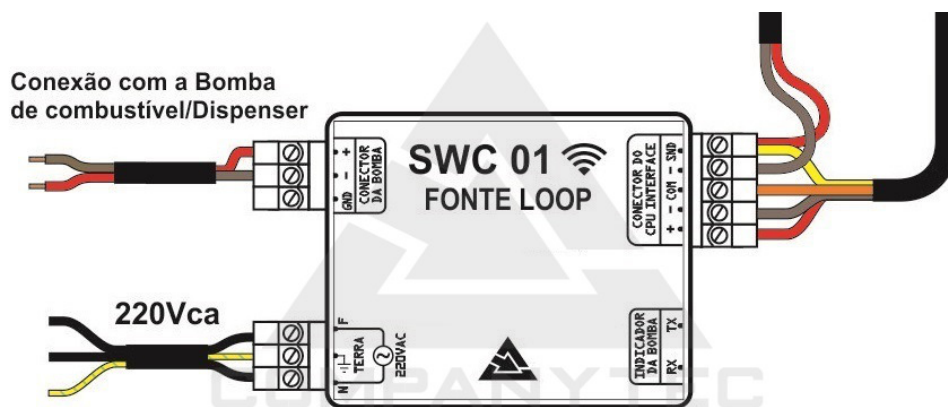

Figura 30 - Conexões do SWC01 Fonte
3.4.2 Faça as conexões do SWC01, conforme Figura 30 - Conexões do SWC01 Fonte: